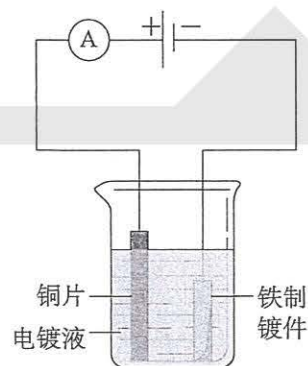

图4-29 电镀装置示意图
2. 把铁制镀件与2~3 V的直流电源的负极相连，铜片与直流电源的正极相连（如图4-29）。将两极平行浸入电镀液中，两极间距约5 cm，5~10 min后取出，观察镀件表面发生的变化。